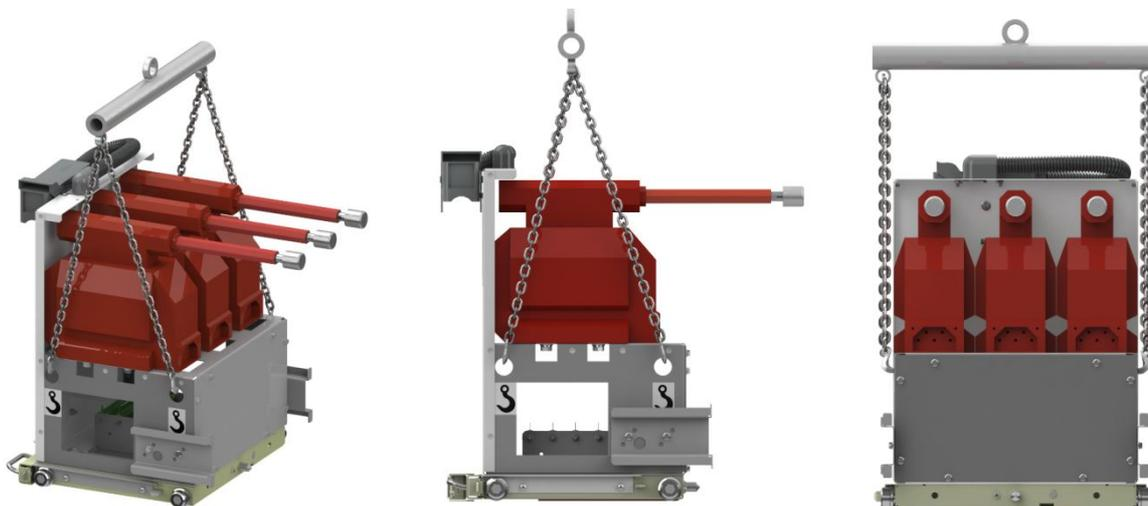

Рис. 18 Схема строповки выкатных элементов с трансформаторами напряжения
Транспортирование выкатных элементов с трансформаторами напряжения допускается только с применением траверсы. Схема строповки представлена на рис. 18.
- выкатить выкатной элемент согласно рис. 18;